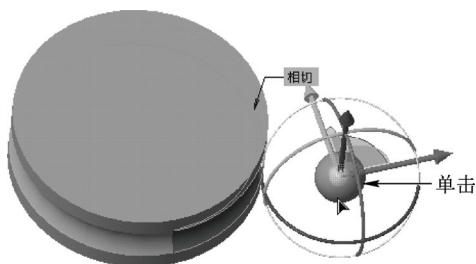

图 11-29 确认装配参考和元件参考
STEP 03 在轴承的合适的面上单击鼠标左键，移动鼠标指针至滚珠的球面上，单击鼠标左键，确认装配参考和元件参考，如图 11-29 所示。